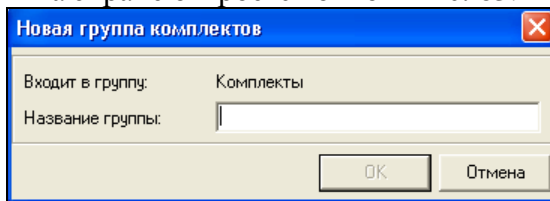

Рис. 63
- ✓ На экране откроется окно – Рис. 63.